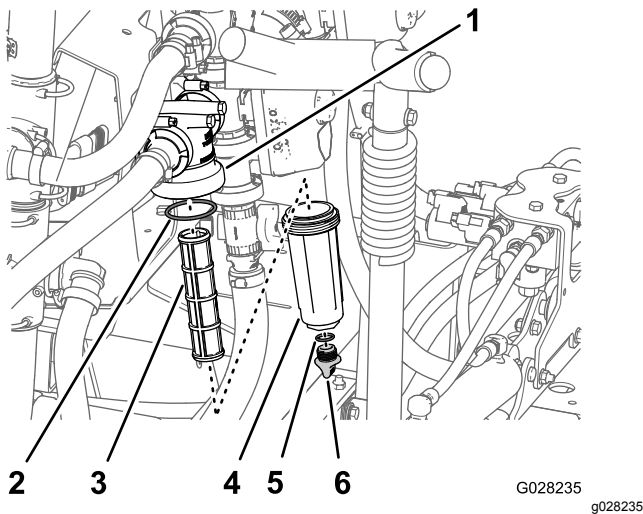

図 82
2. 圧力フィルタの下に受け容器をおく図 82。
3. 圧力フィッティングのドレンプラグを左に回して外す 図 82。
4. ボウルを左に回してフィルタヘッドから外す 図 82。
5. 古い圧力フィルタELEMENTを外す 図 82。
6. ドレンプラグの O リングボウルの内側とボウルの O リングフィルタヘッドの内側に傷や破損がないか点検する 図 82。
7. 新しい圧力フィルタELEMENTをフィルタヘッドに取り付ける 図 82。
8. ヘッドにボウルを取り付けて手締めする 図 82。
9. ボウルにプラグ取り付けて手締めする 図 82。